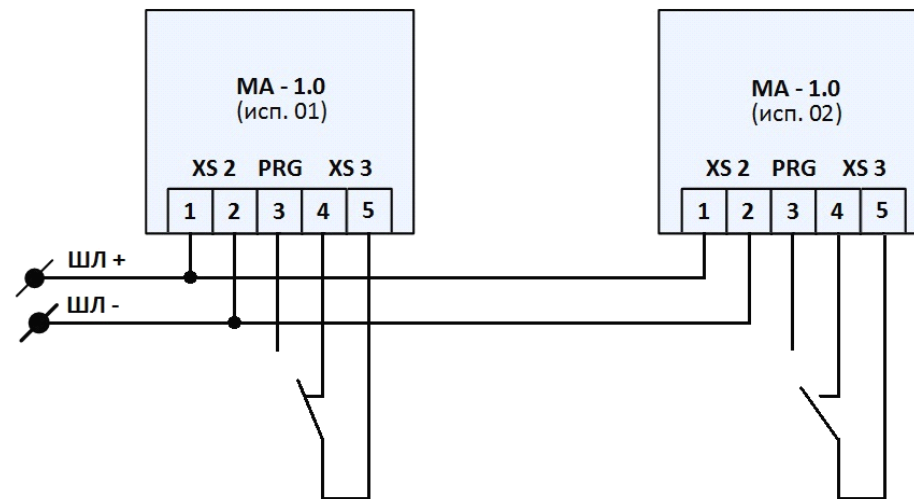

Рис.1
5.1 МА-1.0 располагается внутри корпуса извещателя подключаемого к МА-1.0. Подключите провода 1 и 2 плоского кабеля к АПКП, и провода 4 и 5 к извещателю по схеме показанной на рис.1.